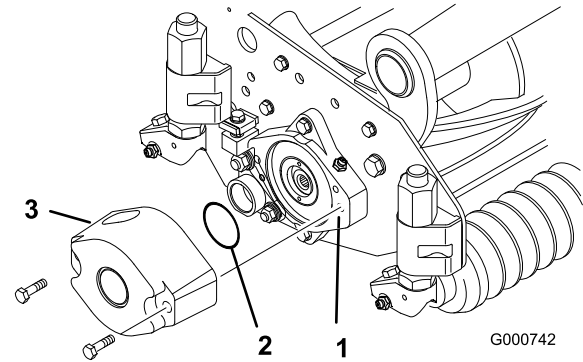
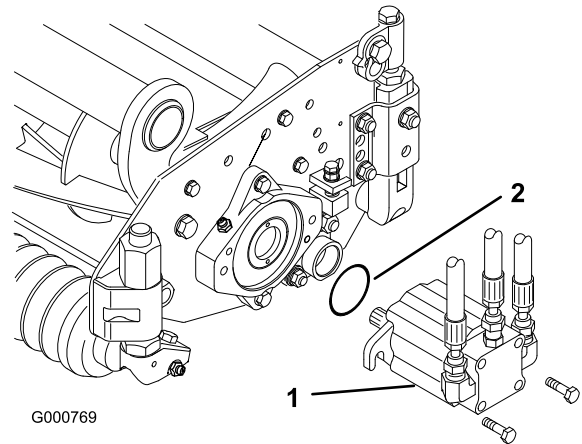

Figura 4
Figura 7
3. Lubrique e instale una junta tórica grande en la ranura del alojamiento del cojinete de cada extremo de la unidad de corte (Figura 4 y Figura 7).
4. Instale un contrapeso en el extremo correspondiente de cada unidad de corte con los tornillos de caperuza suministrados (Figura 4).
- Monte el motor en el extremo de tracción de la unidad de corte y fíjelo con los dos tornillos de caperuza suministrados (Figura 7).